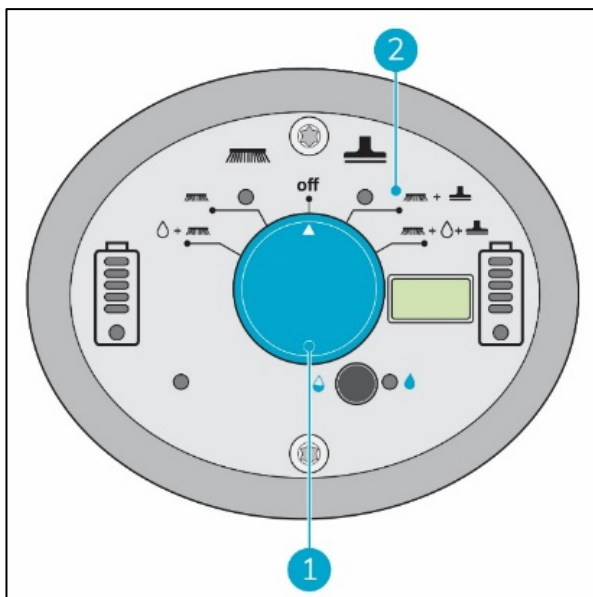

Figure 21
1. Utilisez l'interrupteur principal de l'i-mop XL pro (Figure 21, pos 1) et sélectionnez le MODE 3 Brosse + Aspiration à sec (Figure 21, pos 2).